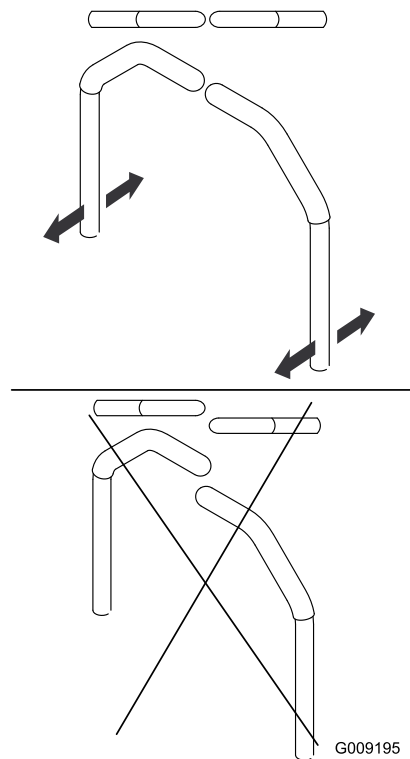

Figura 61
4. Allineate la posizione longitudinale delle stegole portandole assieme in folle e facendole scivolare fino a che sono allineate (Figura 61).